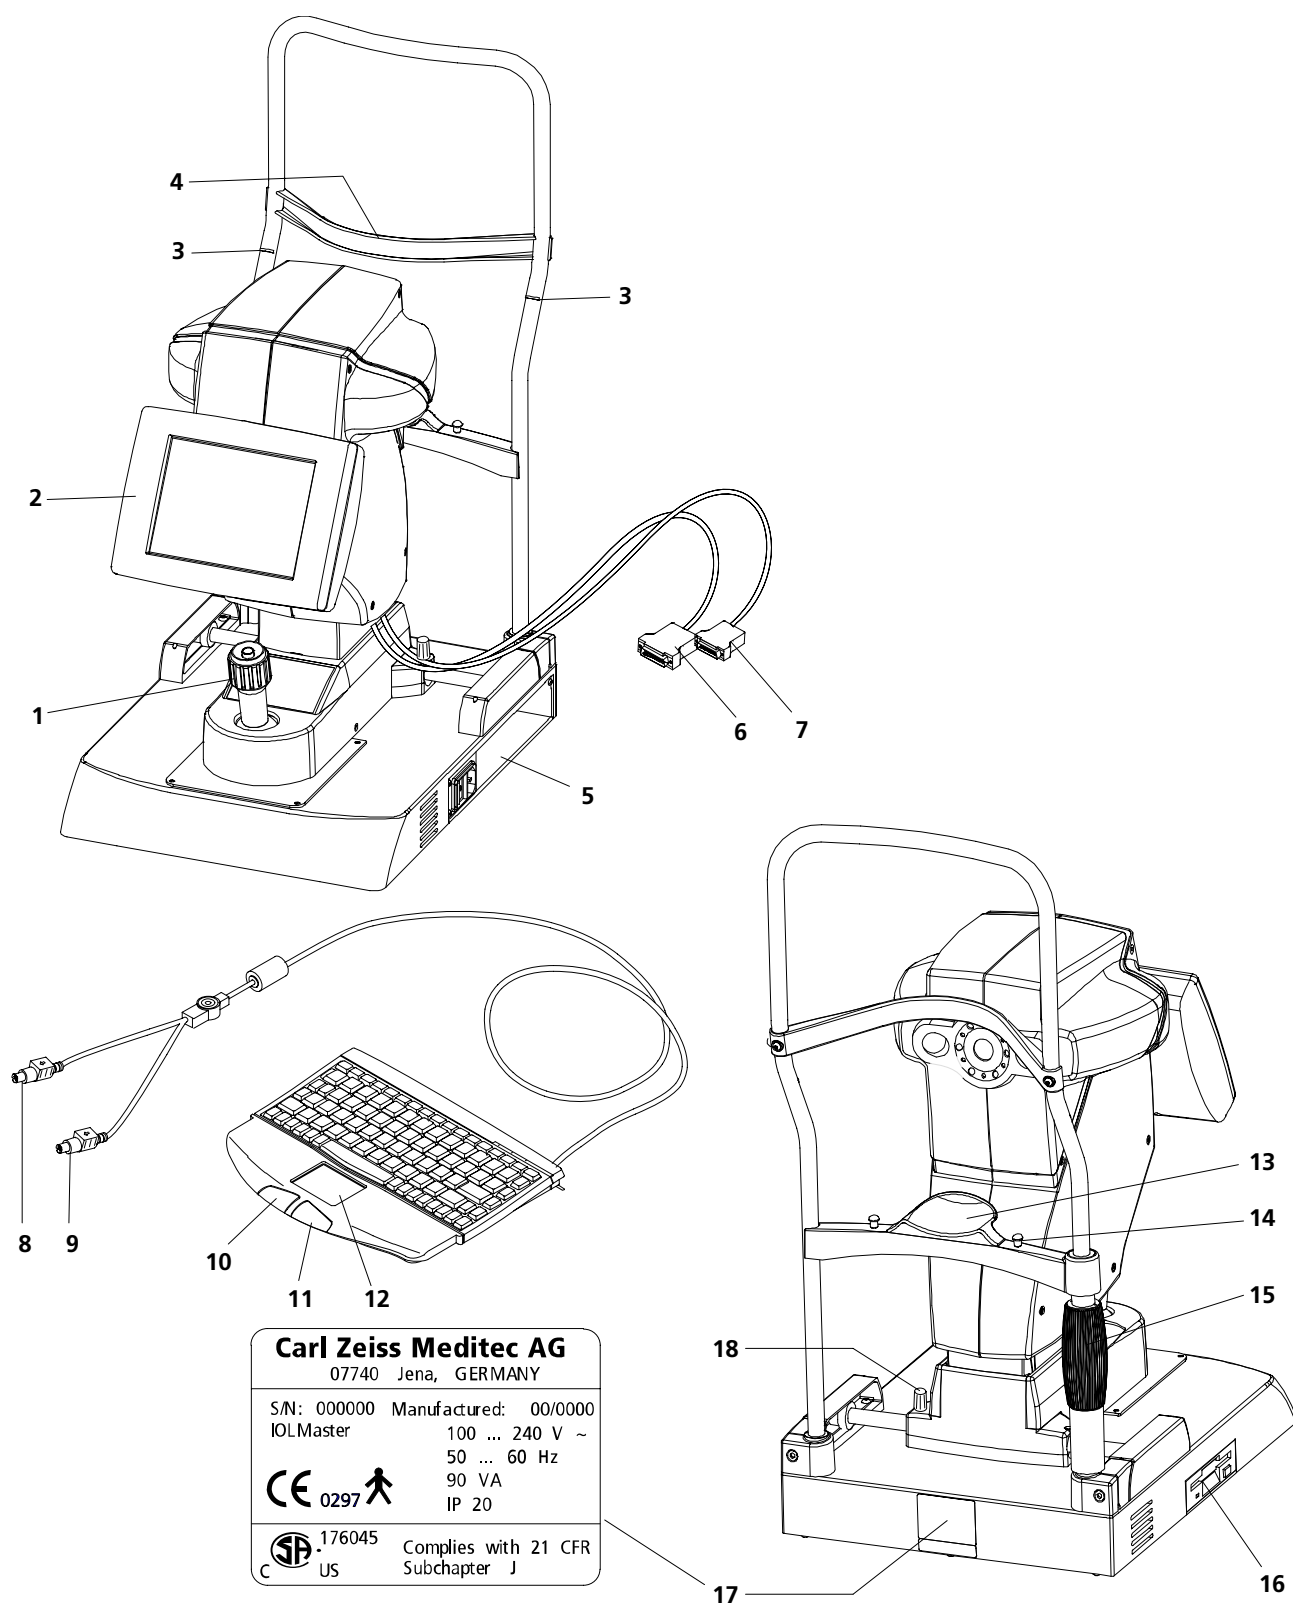

Fig. 1 Eléments de commande du IOLMaster
- Desserrer les vis de serrage pour le réglage de base (**19**, Fig. 1).